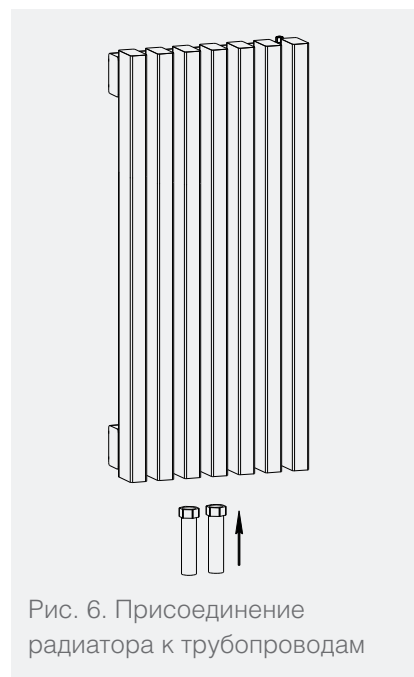

Рис. 6. Присоединение радиатора к трубопроводам
4.3.1. Выполнить соединение трубчатого радиатора с подводящим и отводящим трубопроводами системы отопления (рис. 6). Направление движения теплоносителя – сверху вниз.